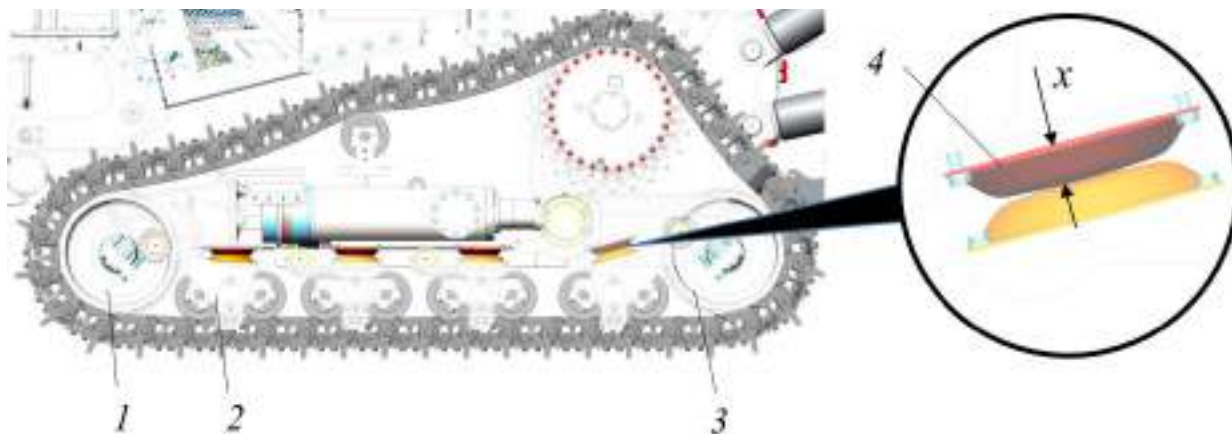

Рисунок 5.164. Демпферные подушки
Передним колесом 1 наехать на возвышенность, добиться чтобы кареточный узел поз. 2, рис. 5.164 и гусеница опустились под своим весом вниз, обеспечив доступ к подушкам 4. Осмотреть демпферную подушку. На поверхности подушки не допускается:
- Измерить высоту подушки *x*, рис. 5.164. Высота новой подушки 46,7 мм. Если измеренная высота подушки меньше 42,7 мм, ее необходимо заменить.